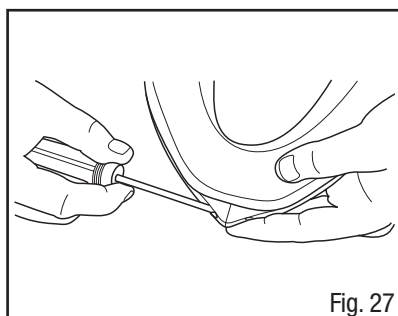

Fig. 27
- Retirer la vis cruciforme de la monture. Éloigner la monture de la membrane d'étanchéité faciale (Fig. 27).
6. Retirer la vis cruciforme de la monture. Éloigner la monture de la membrane d'étanchéité faciale (Fig. 27).